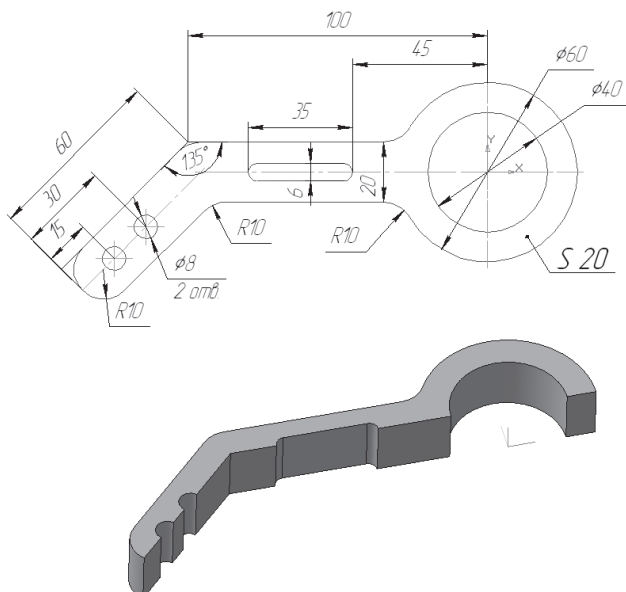

Рис. 252
2. Создайте 3D-модели и выполните отсечение части детали по эскизу, проверьте себя (рис. 252).